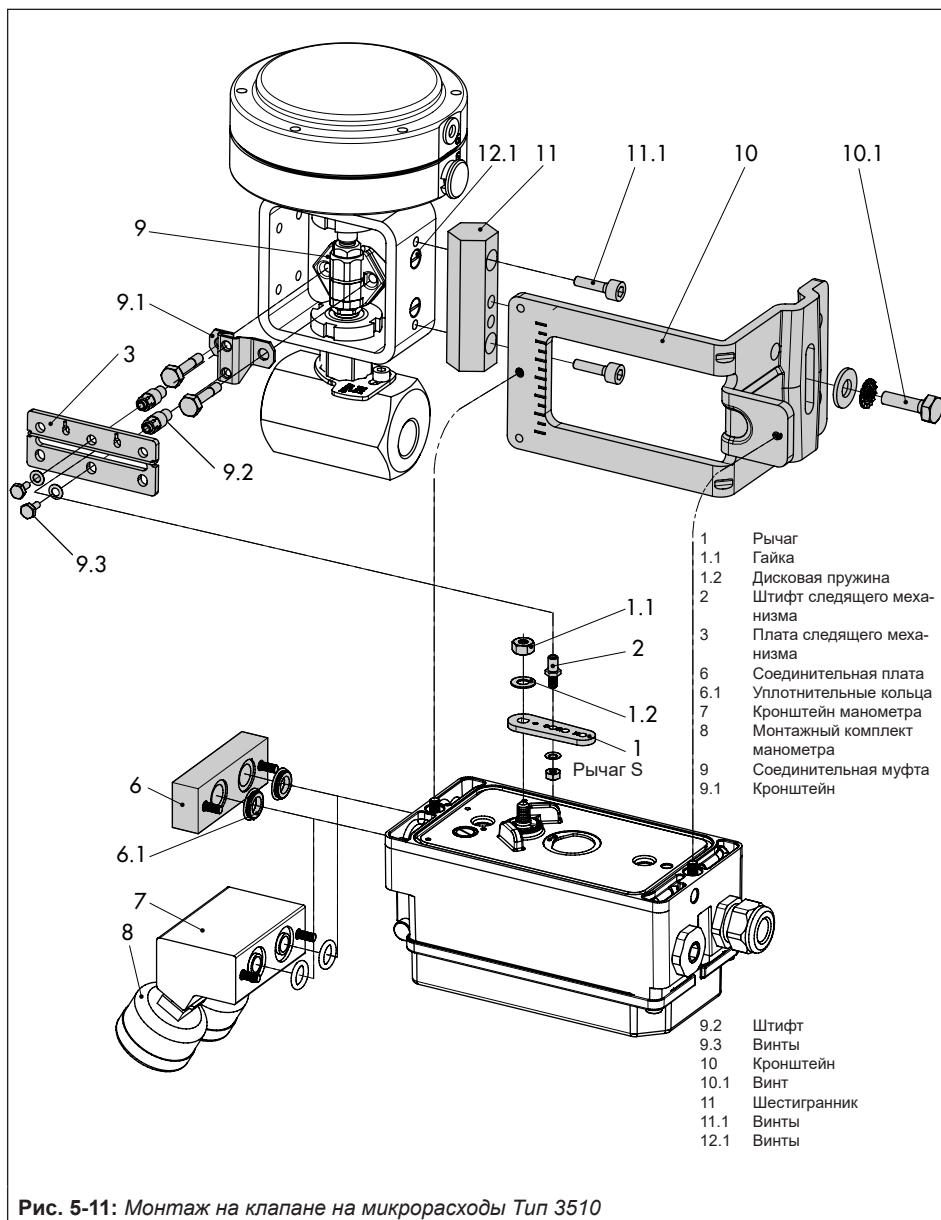

Рис. 5-11: Монтаж на клапане на микрорасходы Тип 3510
→ См. Рис. 5-11.
Монтаж на приводе Тип 3277 (см. Рис. 5-11)
Позиционер монтируют на раме, как показано на Рис. 5-11. Регулирующий сигнал подаётся на привод с помощью соединительной платы (12), при положении безопасности «шток привода выдвигается» – по внутреннему каналу в раме клапана, при положении безопасности «шток привода втягивается» – по внешней соединительной трубке.